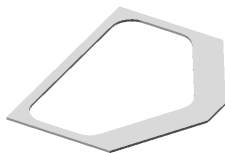

图 2.4 切除-拉伸 1
Step3. 创建图 2.4 所示的切除-拉伸 1。选择下拉菜单 **插入(I)** **→** **切除(C)** **→**